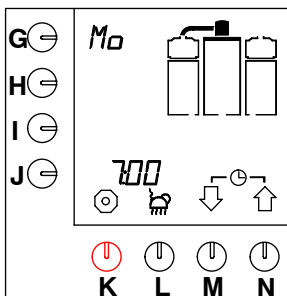

Fig. 13 Ejemplo de hora y fecha actuales
- El display mostrará durante un momento la fecha y hora actuales, por ejemplo, vea fig. 13 .
- El display muestra la fecha y hora actuales vea fig. 13 .
- El display mostrará durante un momento la fecha y hora actuales por ejemplo, vea fig. 13 .